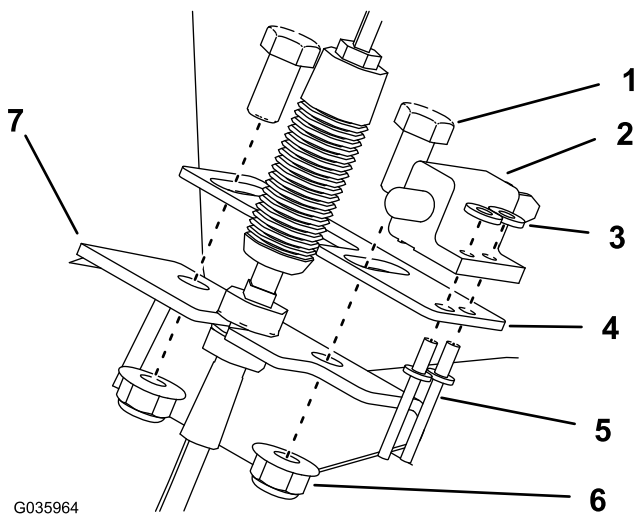

Figure 10
1. Fixez le contacteur d'embrayage sur son support à l'aide de 2 rivets aveugles et de 2 rondelles plates (3/16"), comme montré à la Figure 10.
2. Fixez le contacteur d'embrayage et son support au support du câble d'embrayage à l'aide des 2 boulons (3/8" x 3/4") et des 2 écrous (3/8"), comme montré à la Figure 10.